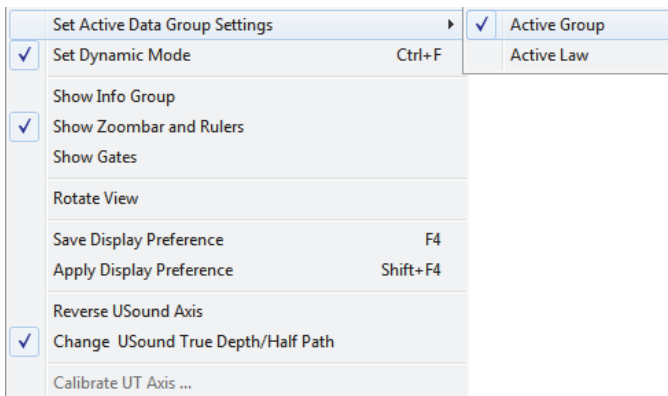

図 4-17 アクティブグループの選択
1. ビューのヘッダー（ビューの最上部にあります）を右クリックし、[Active Group] を選択します（118 ページの図 4-17）。